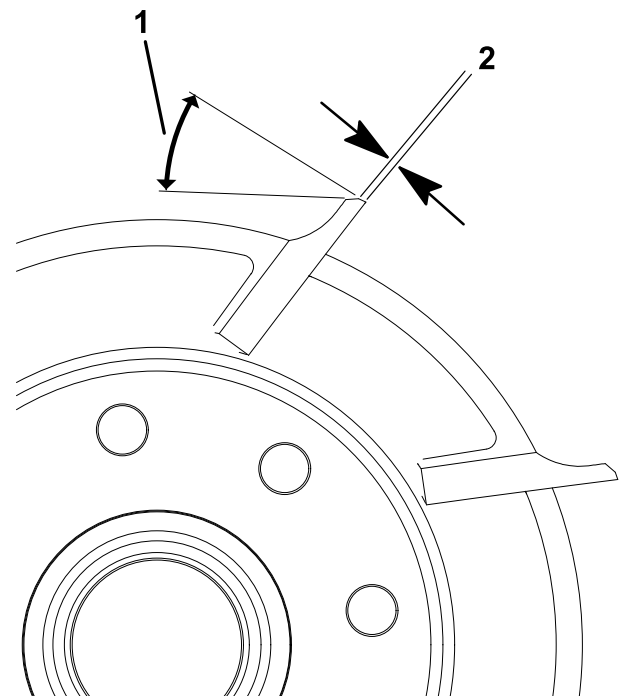

图 20
1. 对所有滚刀棱面进行 30° 铲磨直至棱面宽度达到 0.76mm 图 20。